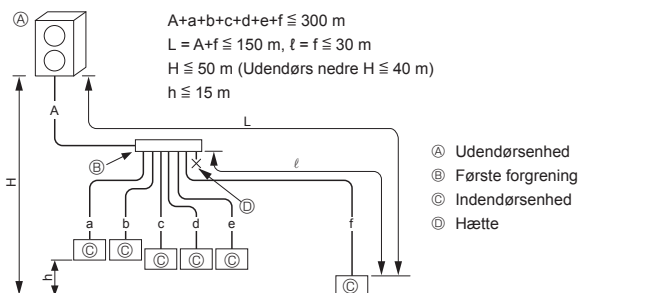

Fig. 4-1
4.2.1. Tilslutning uden forgreningsboks (Fig. 4-1)